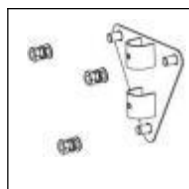
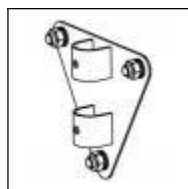

Fig.3 .
Fig.4 .
- 3). Installez le panneau mural (2) sur le mur et serrez l'écrou (3). Vous aurez peut-être besoin d'une petite clé. Voir (Fig. 3) (Fig. 4).